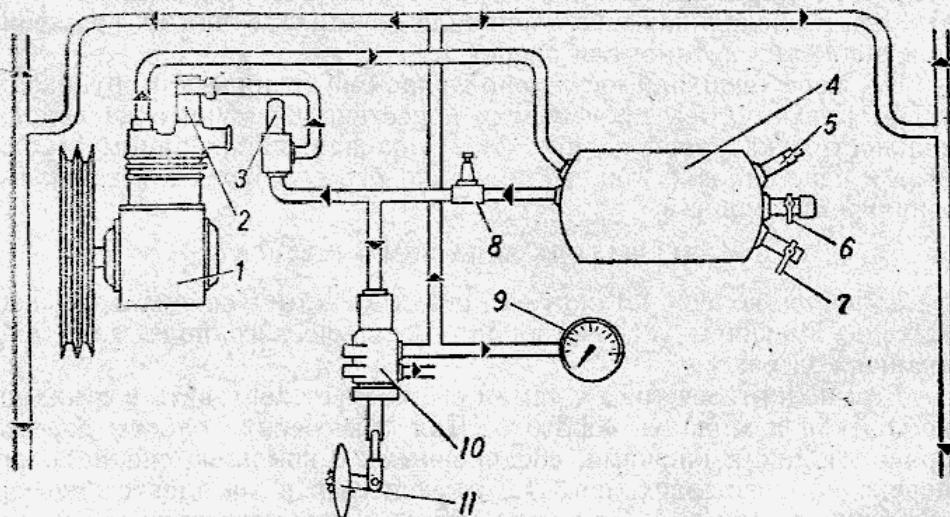

Рис. 35. Схема системы регулирования давления в шинах:
Система регулирования давления воздуха в шинах (рис. 35) обеспечивает изменение давления в шинах с места водителя как на стоянке, так и на ходу в зависимости от характера дорожного
**Воздушный баллон** 4 (см. рис. 35) установлен на внутренней части правого донжерона. Баллон имеет предохранительный клапан, краник для слива конденсата и краник отбора воздуха.